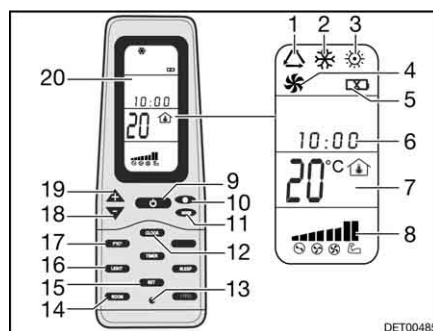

Bild 214 Fernbedienung
- Die Taste ON/OFF (Bild 214,9) drücken.
- Die Taste "Mode" (Bild 214,11) so oft drücken, bis die gewünschte Betriebsart (Bild 214,1, 2, 3 oder 4) auf dem Display (Bild 214,20) angezeigt wird.
- Mit den Tasten "+" (Bild 214,19) und "-" (Bild 214,18) die gewünschte Temperatur einstellen.
- Mit der Taste Lüftergeschwindigkeit (Bild 214,10) die gewünschte Lüfterstufe wählen.